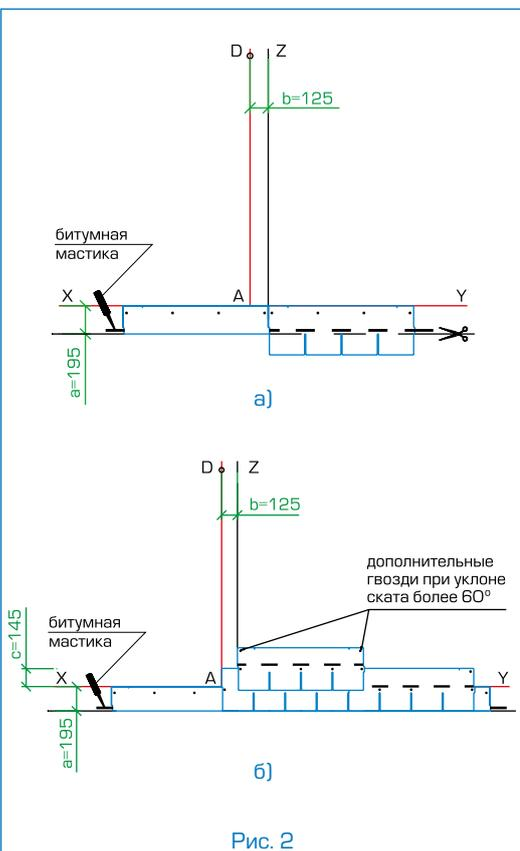

Рис. 2
Укладка материала (рис. 2)
- Начальный ряд формируется из листов черепицы КЛАССИК обрезанных по линии образованной конечными точками вырезом. Полученные таким образом полосы шириной 19,5 см укладываются по линии карниза в обе стороны от линии Z (рис. 2а) и фиксируются по нижнему краю битумной мастикой, а по верхней кромке 4 гвоздями (ось гвоздей на 5 см ниже верхнего края полосы);
- далее первый ряд черепицы укладывается от линии AD (рис. 2б);
- второй ряд укладывается от линии Z (со смещением 12,5 см от AD) (рис. 2б);